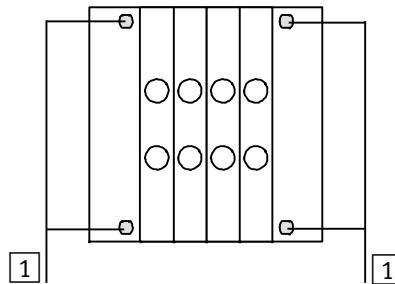

Bild 2/4: Befestigungsbohrungen für die Fußmontage
- Fügen Sie die mitgelieferten 4 Inbusschrauben in die Bohrungen der linken und rechten Endplatte ein (siehe Bild 2/5).